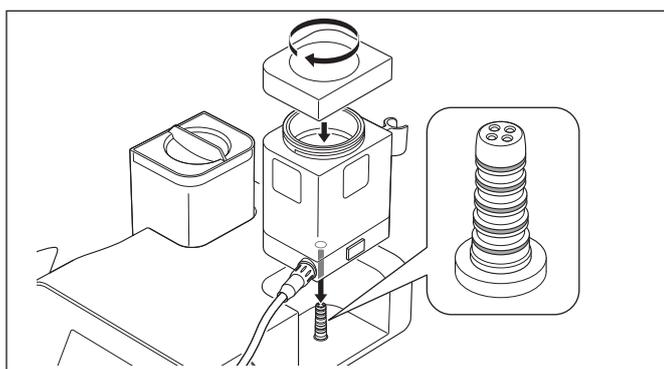
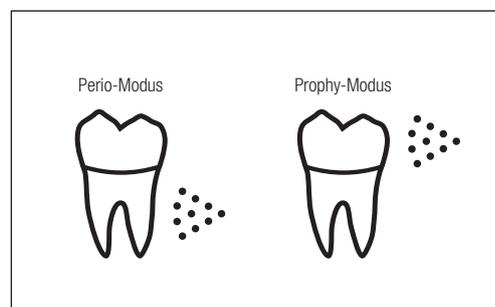

Abb. 25
Abb. 26
2) Schließen Sie den Kammerdeckel komplett, bis er mit der Form der Pulverkammer bündig ist, und setzen Sie die Kammer gerade in die Steuereinheit ein. (Abb. 25). Für den eingesetzten Kammertyp wird in der LCD-Anzeige eines der folgenden Symbole angezeigt (Abb. 26).
- Vergewissern Sie sich vor dem Aufsetzen der Kammer auf die Steuereinheit, dass die O-Ringe des Anschlussadapters am Kammerboden nicht beschädigt, rissig oder anderweitig verschlissen sind (Abb. 25). Beschädigte O-Ringe können die Funktion beeinträchtigen oder zu Störungen führen.